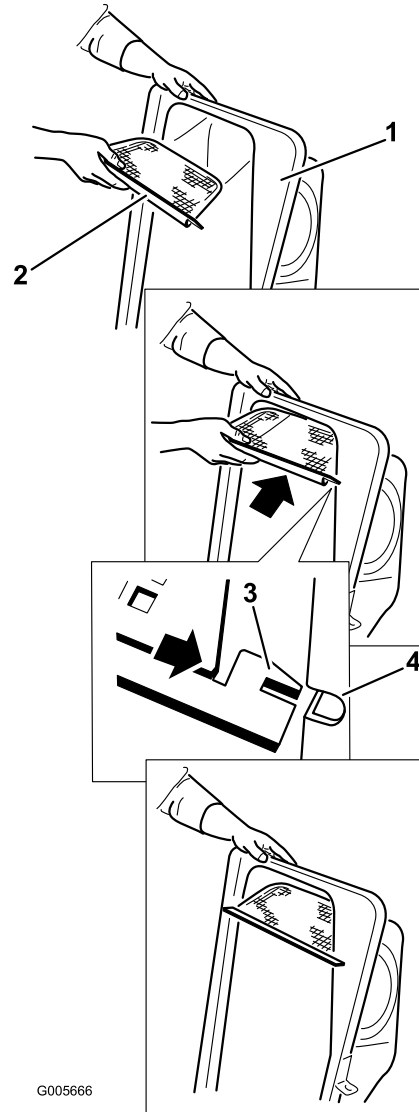

Figura 26
2. Instale o filtro como se mostra na Figura 26 e deslize na direção dos sacos de recolha.